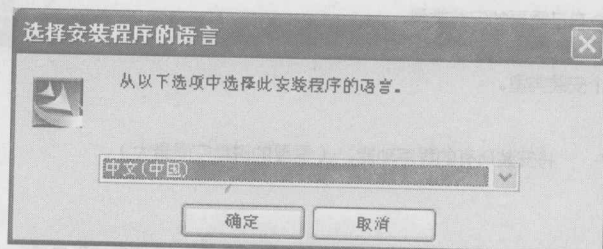

图 1-23 选择语言种类
(2) 选择安装程序的语言种类，单击“确定”按钮，如图 1-23 所示。